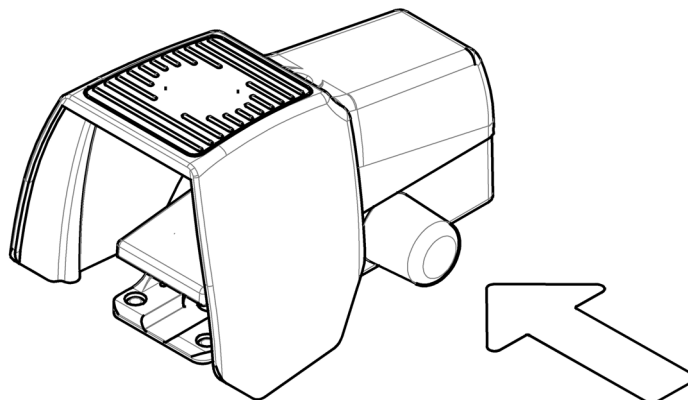

Bild 4: Upplåsning av fotmanöverdonet
- Om ett nödstopp aktiverats via fotmanöverdonet: lås upp fotmanöverdonet genom att trycka in det blåa silikonskyddet på sidan om fotmanöverdonet (jfr. bild 4).